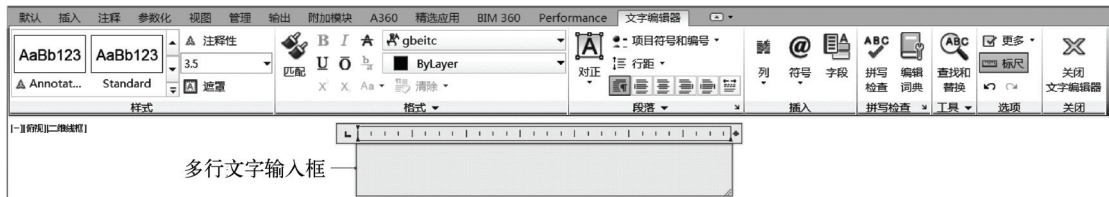

图 4-6 显示“文字编辑器”和输入框
2) 指定边框的两个对角点以定义多行文字对象的宽度。如果功能区处于激活开启状态，AutoCAD 会打开“文字编辑器”功能区上下文选项卡并显示一个多行文字输入框，如图 4-6 所示（图中以功能区处于激活开启状态为例）。如果功能区未处于激活开启状态，则显示在位文字编辑器。